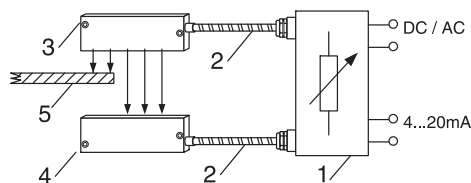
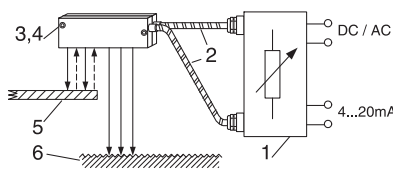

Fig. 1
Fig. 3
In dem Systemaufbau nach Fig. 1 sind die optischen Wandler (3, 4) einander gegenüberliegend als Lichtschranke aufgebaut. Das Material (5), das z. B. als Papier oder Blech-Kante ausgebildet sein kann, schiebt sich in den Lichtstrahl und reduziert je nach Eintauchtiefe den Strahlengang des von dem Wandler (4) detektierten Lichtstromes. Der über die Lichtleitkabel (2) angeschlossene Hochleistungsverstärker (1) liefert an seinen Ausgang ein Steuersignal (4 bis 20 mA), das der Eintauchtiefe des Materials (5) je nach Ausbildung der optischen Wandler (3, 4) mit einer hohen Wiederholgenauigkeit bis zu $\pm 0,5$ mm proportional ist.
Bei dem Reflexverfahren nach Fig. 3 sind die optischen Wandler (3, 4) für das Sendesignal gleichliegend z. B. oberhalb des Materials (5) angeordnet. Bei dieser Anordnung unterbricht das Material den Strahlengang zwischen Sender und Empfänger nicht, sondern es reflektiert in Abhängigkeit von seiner Eintauchtiefe in den Sender-Strahlengang einen Restlichtstrom, an den als Empfänger wirkenden optischen Wandler. Auch für diese Anordnung ergibt sich ein Stromsignal des Hochleistungsverstärkers (1), das mit hoher Wiederholgenauigkeit der Eintauchtiefe des Materials proportional ist. Beim Reflexverfahren müssen jedoch Nebenbedingungen beachtet werden,
Risse oder Inhomogenitäten im Kantenbereich werden grundsätzlich mit den in Fig. 1 oder Fig. 3 beschriebenen Verfahren erkannt. Nach Fig. 1 werden Risse oder Inhomogenitäten im Durchlauf als kurzer Lichtblitz erkannt, während nach Fig. 3 je nach detektiertem Untergrund die Reflexion kurzzeitig verändert ist.
Die Erkennung von Rissen oder ungleichmäßigem Materialverlauf, wie z. B. auch Löchern, setzen eine hohe Empfangsgeschwindigkeit des Erfassungssystems voraus. Bewegt sich z. B. nach Fig. 1 ein Riss von ca. 2 mm Breite mit einer Bandlaufgeschwindigkeit von 10 m/s an dem optischen Wandler vorbei, so beträgt die Blitzdauer 0,0002 s. Der Opto-Verstärker muss daher in diesem Fall mindestens eine Auflösung von 5 KHz haben. Ähnliche Verhältnisse liegen vor, wenn z. B. in einem Strecken-reduzierwalzwerk, im schnellen Rohrdurchlauf eine Kantenerfassung mit einer Genauigkeit von wenigen Millimetern durchgeführt werden muss.